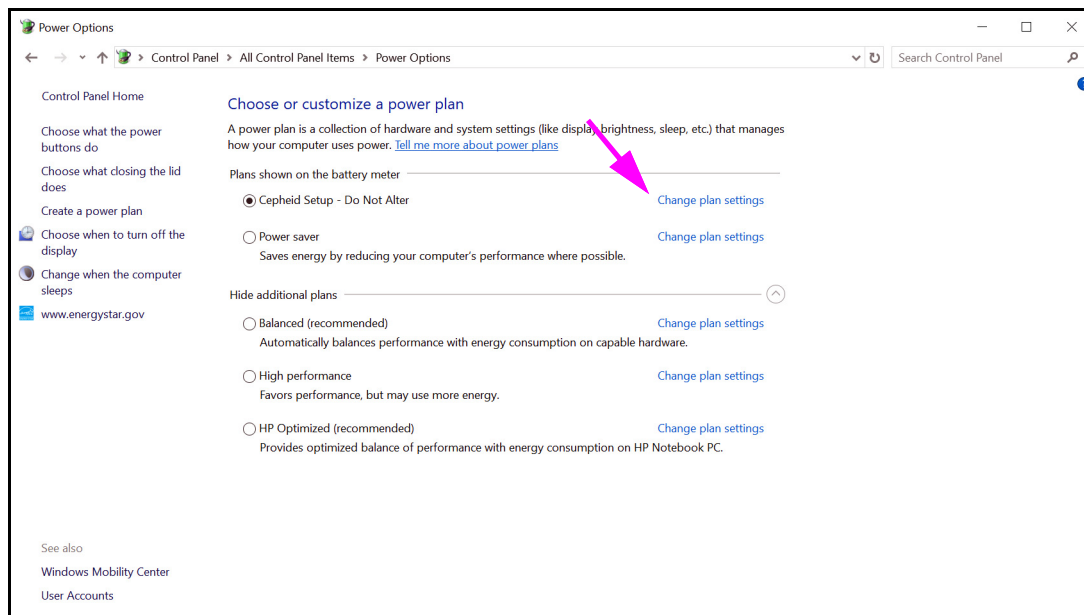
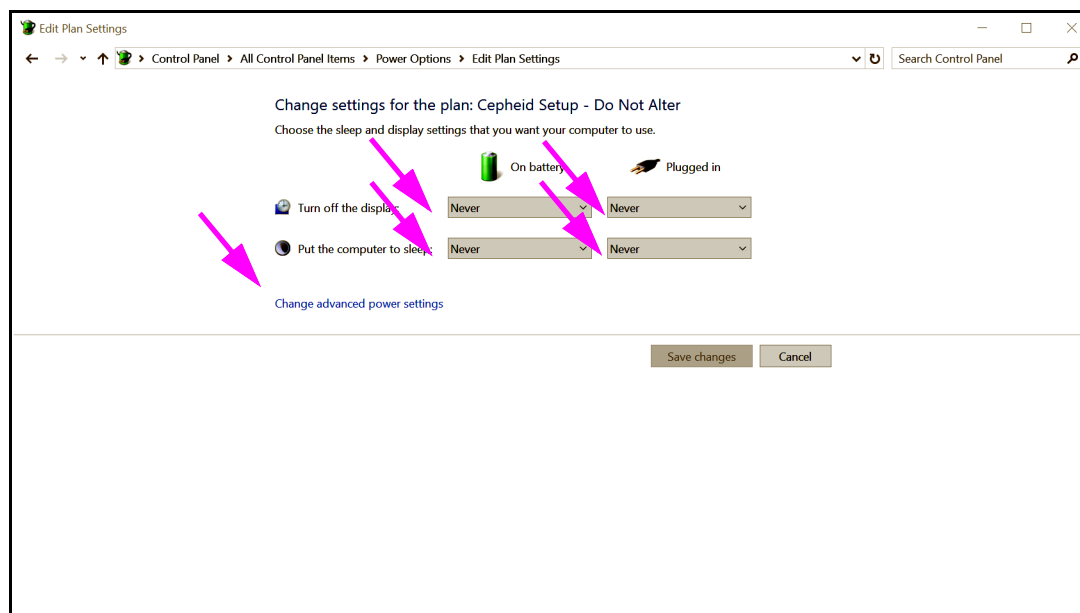
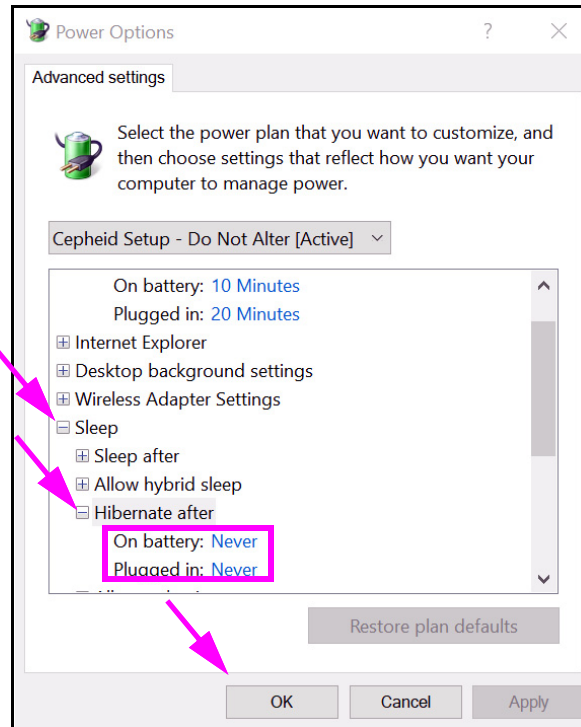
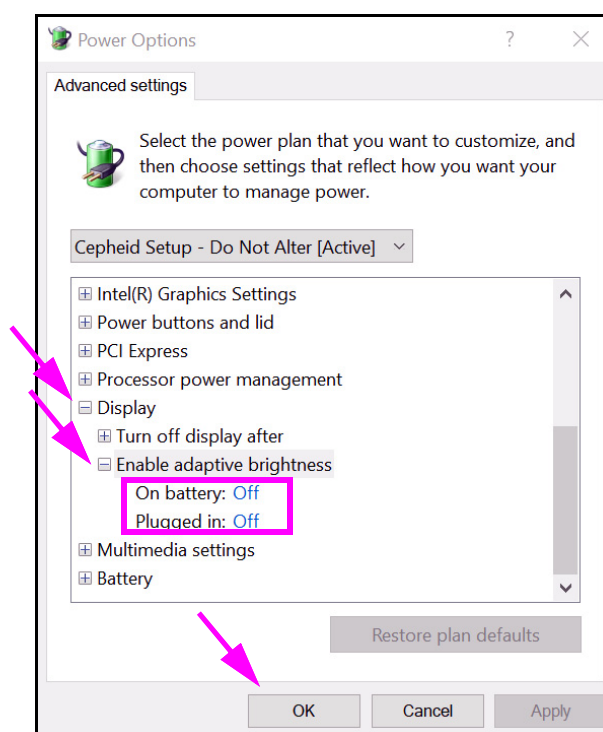

Figura 2-25. Finestra Power Options (Opzioni risparmio energia)
Figura 2-26. Finestra Edit Plan Settings (Modifica combinazioni per il risparmio di energia)
Figura 2-27. Finestra Power Options—Advanced settings (Sleep) [Opzioni risparmio energia—Impostazioni avanzate (Sospensione)]
Figura 2-28. Finestra Power Options—Advanced settings (Display) [Opzioni risparmio energia—Impostazioni avanzate (Schermo)]
3. Nella sezione **Cepheid Setup—Do Not Alter (Configurazione Cepheid—Non alterare)**, fare clic su **Change plan settings (Modifica impostazioni combinazione)**. Vedere la Figura 2-25. Viene visualizzata la finestra **Edit Plan Settings (Modifica combinazioni per il risparmio di energia)**. Vedere la Figura 2-26.
4. Verificare che le funzionalità **Turn off the display (Disattivazione schermo)** e **Put the computer to sleep (Sospensione computer)** siano impostate su **Never (Mai)** per entrambe le opzioni **On battery (Batteria)** e **Plugged in (Rete elettrica)**. Inoltre, accertarsi che il cursore della funzione **Adjust plan brightness (Luminosità schermo)** sia impostato sulla massima luminosità. Vedere la Figura 2-26.
5. Fare clic su **Change advanced power settings (Cambia impostazioni avanzate risparmio energia)** (vedere la Figura 2-26). Viene visualizzata la finestra **Power Options—Advanced settings (Opzioni risparmio energia—Impostazioni avanzate)**. Vedere la Figura 2-27.
6. Nella finestra Power Options—Advanced settings (Opzioni risparmio energia—Impostazioni avanzate), fare doppio clic su **Sleep (Sospensione)** per espandere la visualizzazione e quindi fare doppio clic su **Hibernate after (Metti in stato di ibernazione dopo)**. Vedere la Figura 2-27.
- A. **Computer desktop:** verificare che il valore **Setting (Impostazione)** sia impostato su zero (0) o **Never (Mai)**. In caso contrario, modificare il valore di **Setting (Impostazione)** su zero (0) o **Never (Mai)**.
- B. **Solo per i computer portatili:** verificare che i valori **On battery (Batteria)** e **Plugged in (Rete elettrica)** siano impostati su **Never (Mai)**. In caso contrario, fare clic su **On battery (Batteria)** e/o **Plugged in (Rete elettrica)**, quindi usare i tasti freccia su/giù per impostare i rispettivi valori su zero (0) sull'opzione selezionabile.
7. Nella finestra Power Options—Advanced settings (Opzioni risparmio energia—Impostazioni avanzate), fare doppio clic su **Display (Visualizzazione)** per espandere la visualizzazione e quindi fare doppio clic su **Enable adaptive brightness (Attiva luminosità adattiva)**. Vedere la Figura 2-28.
11. **Solo per i computer portatili:** Fare clic su **Cancel (Annulla)** per chiudere la finestra Edit Plan Settings (Modifica combinazioni per il risparmio di energia). Viene visualizzata la finestra Power Options (Opzioni risparmio energia) (vedere la Figura 2-25).